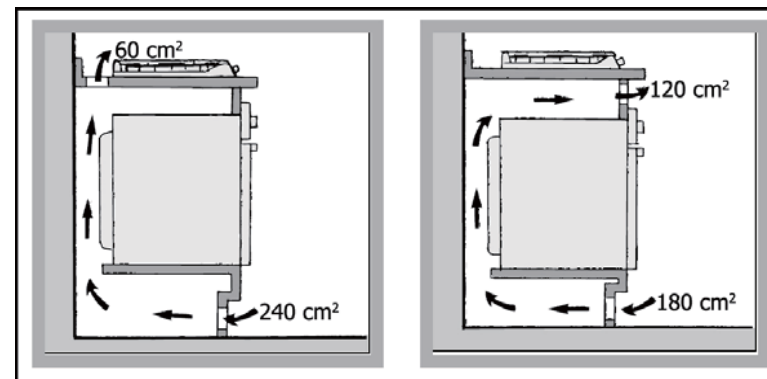

Рис. 2
- В случае если варочная поверхность располагается над духовкой рекомендуется проделать дополнительные отверстия в мебельном гарнитуре для обеспечения оптимальной циркуляции воздуха. Данные отверстия располагаются, как указано на рис. 2, и их минимальный размер составляет 300 см².